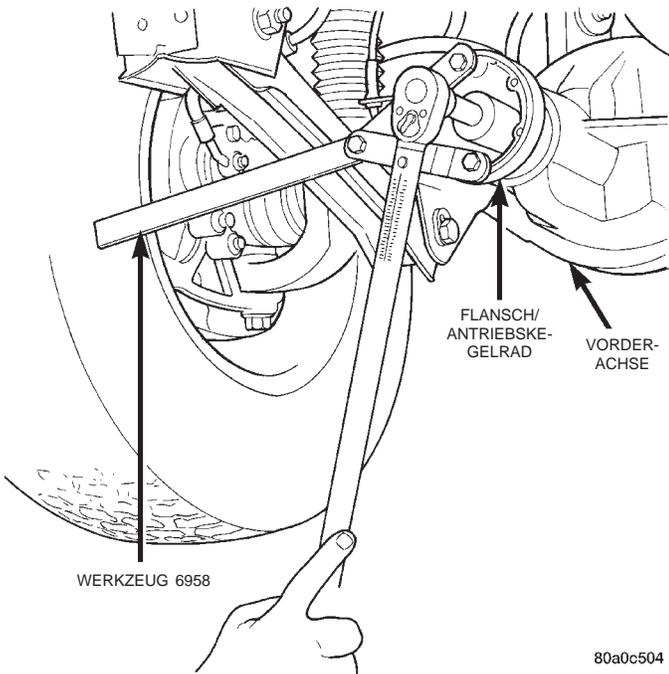

Abb. 39 Mutter der Gelenkgabel am Antriebskegelrad anziehen
(10) Unterlegscheibe und eine neue Mutter auf der Welle des Antriebskegelrads montieren. Die Mutter mit einem Anzugsmoment von 216 N·m (160 ft. lbs.) festziehen (Abb. 39).